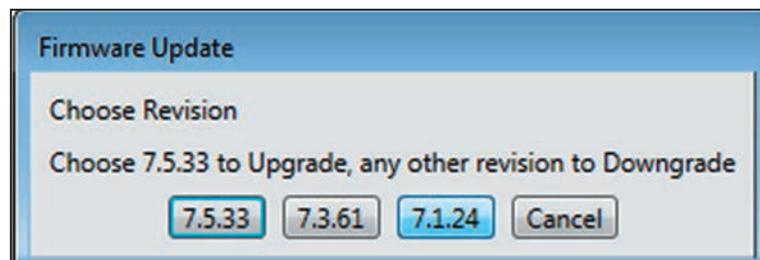

Figura 42. La ventana de diálogo Firmware Update Choose Revision (Actualización del Firmware Elegir Revisión) para seleccionar la versión del firmware.
PASO 11. Cuando aparezca la ventana de diálogo Firmware Update Choose Revision (Actualización del Firmware Elegir Revisión), seleccione la versión de firmware deseada. Ver Figura 42.